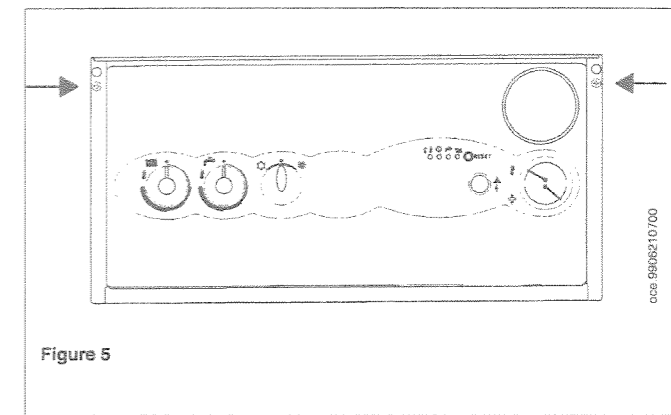

Figure 5
- \* enlever les deux vis qui fixent le tableau de commande à la chaudière puis le faire basculer vers le bas (figure 5 de la page 9);